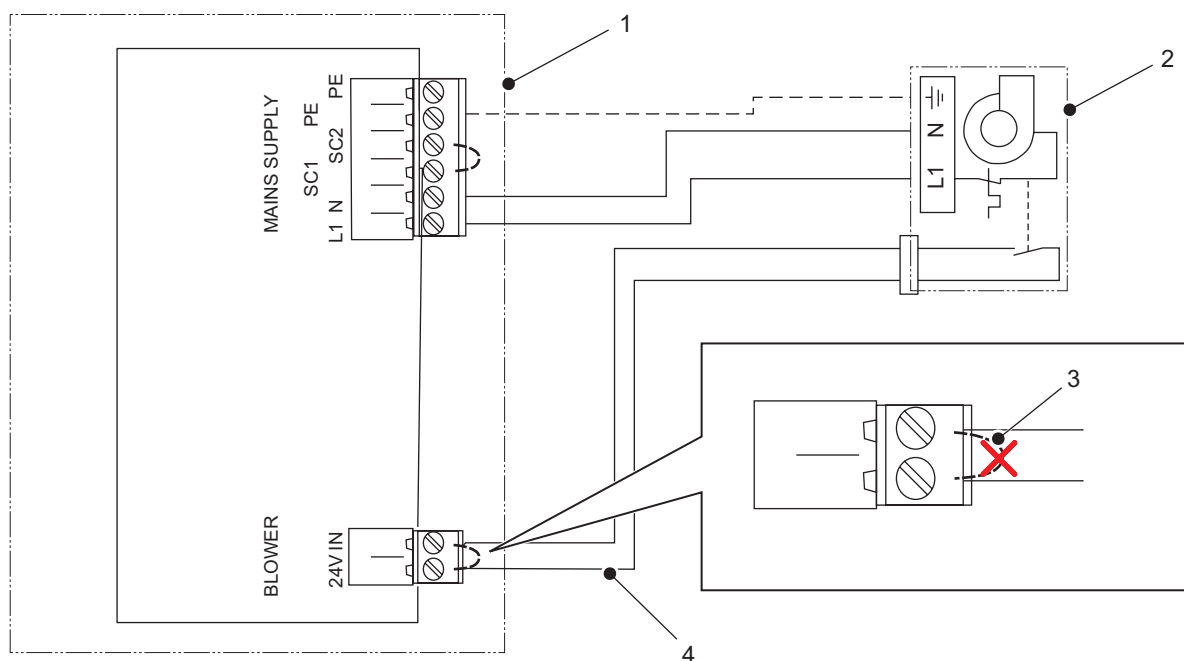

Figure 19 : Connexions de la carte pilote.
- d. Raccorder le câble de raccordement au réseau et le câble de la boucle de sécurité sur la carte pilote à l'intérieur de l'humidificateur, comme illustré sur la Figure 19.